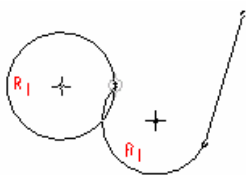

图 4.11.16 圆弧与圆 A 同半径
- 如图 4.11.16 所示，蓝色的 R1 表示圆弧与圆 A 同半径。